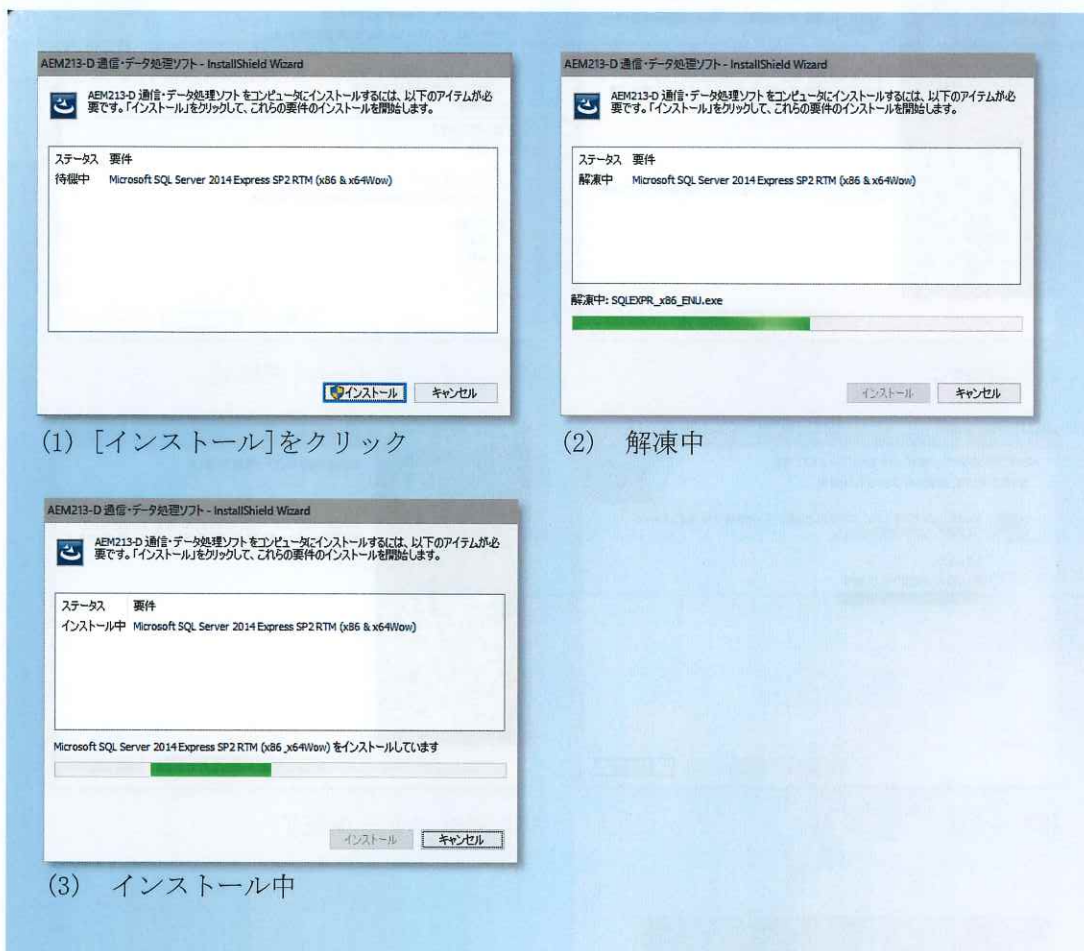

図 2.3 データベースソフトのインストール
- (4) データベースソフトがインストールされていない場合は、本ソフトウェアのインストール前にデータベースソフトのインストールを行います。(図 2.3)